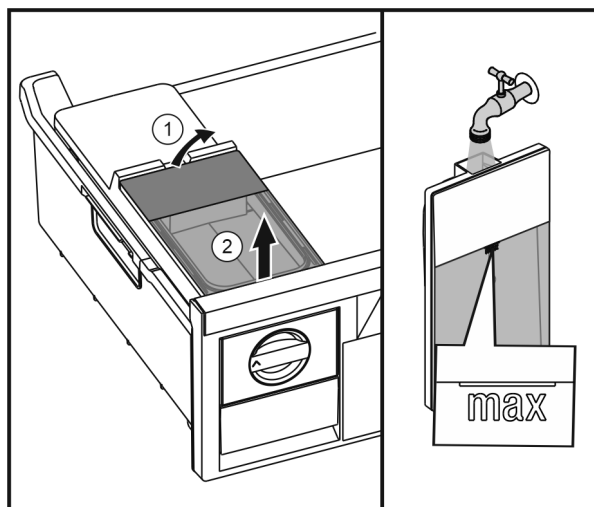

Fig. 55
- Rezervoar za vodo dvignite z zadnje strani Fig. 55 (1) in ga odstranite v smeri navzgor Fig. 55 (2).